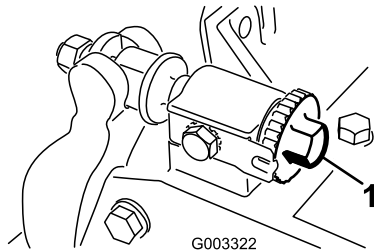
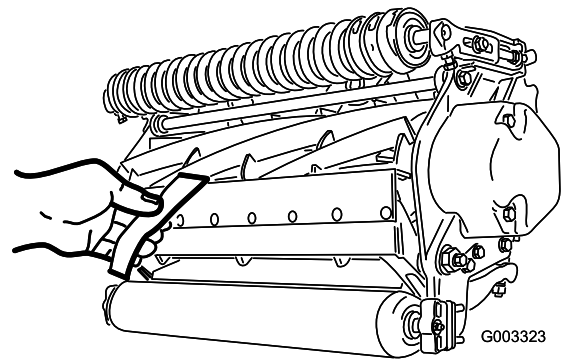

Figura 12
Figura 13
1. Coloque la máquina en una superficie de trabajo plana y nivelada. Asegúrese de eliminar el contacto con el molinete girando los tornillos de ajuste de la barra de asiento en el sentido contrario a las agujas del reloj (Figura 12).
Importante: Asegúrese de que las tuercas de los extremos de los tornillos de ajuste de la barra de asiento no están apoyadas en la superficie de trabajo (Figura 12).
3. En un extremo del molinete, inserte una tira de papel de periódico entre el molinete y la contracuchilla (Figura 13). Mientras gira el molinete lentamente hacia adelante, gire en el sentido de las agujas del reloj el tornillo de ajuste de la barra de asiento (Figura 12) en el mismo extremo del molinete, un clic a la vez, hasta que el papel quede ligeramente aprisionado cuando se inserta desde delante, paralelo a la contracuchilla. Se notará una ligera resistencia al tirar del papel.
5. Cuando termine el ajuste, compruebe si el molinete 'pellizca' un papel cuando se inserta desde delante, y si corta el papel cuando se inserta perpendicular a la contracuchilla (Figura 13). Debe ser posible cortar el papel con un contacto mínimo entre la contracuchilla y las cuchillas del molinete. Si se nota una resistencia excesiva del molinete, será necesario afilar o amolar la unidad de corte para conseguir los filos necesarios para un corte de precisión (consulte el Manual de afilado de molinetes de Toro (Sharpening Reel and Rotary Mowers, Impreso N° 80-300PT)).